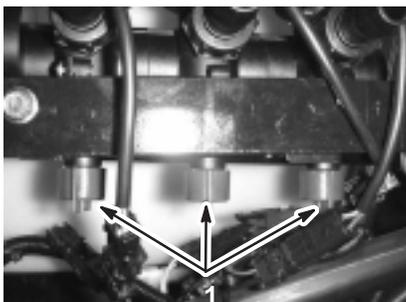

Bild 26
12. Verstellen Sie das Sicherheitsventil des Spritzgestänges (Bild 26) unter dem Spritzgestängereguliertventil für das abgestellte Spritzgestänge so lange, bis der auf dem Manometer angezeigte Druckwert dem in Schritt 9 angezeigtem Wert entspricht.